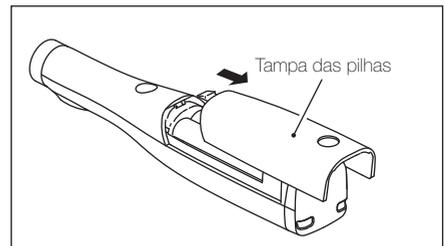

Fig. 13
4. Retire a tampa das pilhas deslizando-a no sentido do terminal de carga. (Fig. 13)